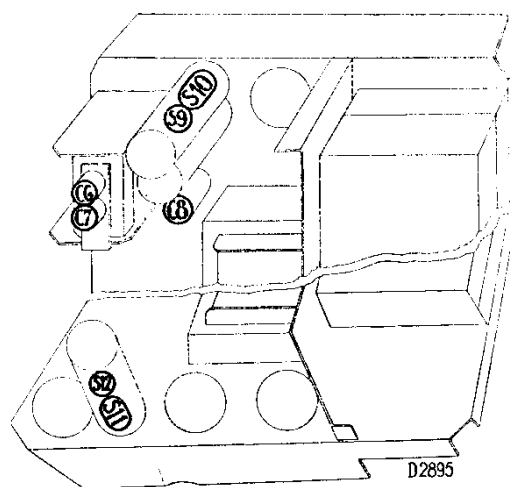

Fig. 6
6. Régler les bobines S11 et S12 — S27 sur la puissance de sortie maximum (fig. 6).
8. Régler les bobines S9 et S10 sur la puissance de sortie maximum (fig. 6).
5. Régler sur la puissance maximum de sortie dans l'ordre suivant: C7, C6, C7, C6 (fig. 6).
5. Régler C8 sur la puissance de sortie maximum (fig. 6).